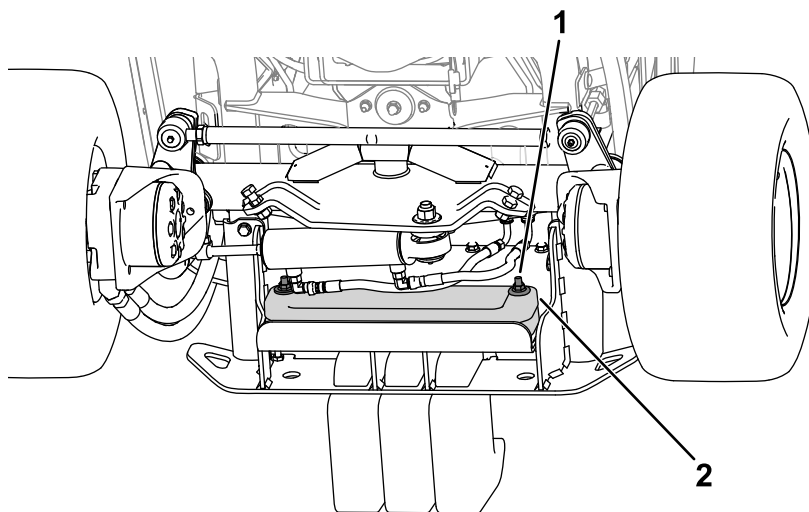

Figura 21
2. Utilizați elementele de fixare pentru a fixa greutățile pe bara de protecție (Figura 21).